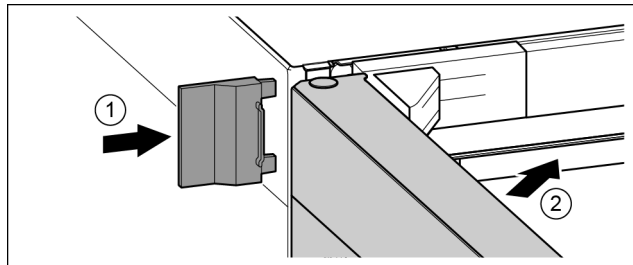

Fig. 19
- Tolja fel a külső fedelet. Fig. 19 (1)
- Csukja be a felső ajtót. Fig. 19 (2)